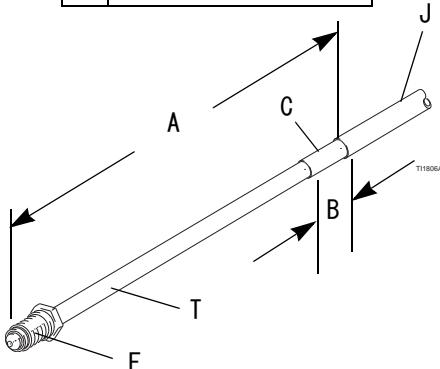

図 6 水媒介ホースの寸法
2. 水媒介流体用ホースを適切にフィットさせるには、図 6 で示されている寸法にストライプ加工し、組み立てる必要があります。ホースの内側チューブ (T) には、誘電体グリースを塗布してください。取り付け金具 (F) をチューブ (T) にスライドさせて付けます。バーク取り付け金具 (G) の段部が底に付くまで、それをチューブに押し込みます。新品の Graco 水媒介流体用ホースはこれらの寸法に合わせて、完全に組み立てられた状態で提供されます。